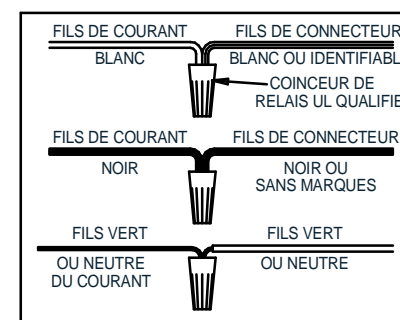

FIG.2
3.- Si un câble autre que celui de type NM (Romex) est utilisé, ouvrez une grande débouchure (15) à l'endroit désiré sur le haut ou les côtés de la boîte de dérivation (10). Insérez le câble d'alimentation électrique adéquat dans la boîte de dérivation et serrez en place avec un connecteur adéquat homologué UL (NON FOURNI).
4.- Reliez les fils du dispositif (15) aux fils de l'alimentation (16) selon le diagramme de câblage. Utilisez les coinces de relais homologués UL (NON FOURNIS).
5.- Pour avoir accès à la boîte de dérivation (10), quand le plafond est terminé, dévissez les trois vis (24) qui maintiennent le logement (6) en place. Descendez le logement. Retirez la vis (21) et la porte d'accès (22) dans le dispositif. Maintenant le couvercle de la boîte de dérivation (9) peut être retiré pour effectuer l'entretien. (L'ouverture dans le Plafond doit être de 6 7/8 pouces (17,5 cm) de diamètre)
7.- **POUR APPLICATIONS HERMÉTIQUES:** Pour les applications hermetiques ou pour satisfaire aux exigences du Code de l'Énergie de l'État de Washington, combler l'espace entre le logement (6) et le plafond (23) en mur de pierres sèches avec un mastic de silicone, ruban, ou autre moyen qui conforme au code local officiel. On peut utiliser le Nécessaire de Joint Progress Lighting P8587-01 (acheter séparément). (Voir Fig. 2).